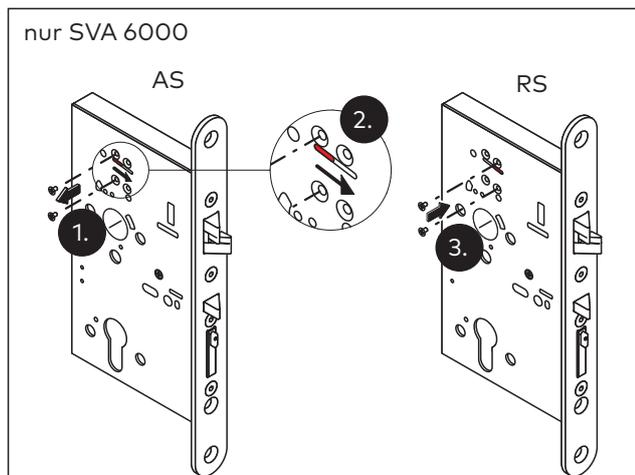

Abb. 20 Arbeitsstrom auf Ruhestrom umstellen
1. Wenn erforderlich, Arbeitsstrom (AS) auf Ruhestrom (RS) umstellen (Abb. 20).